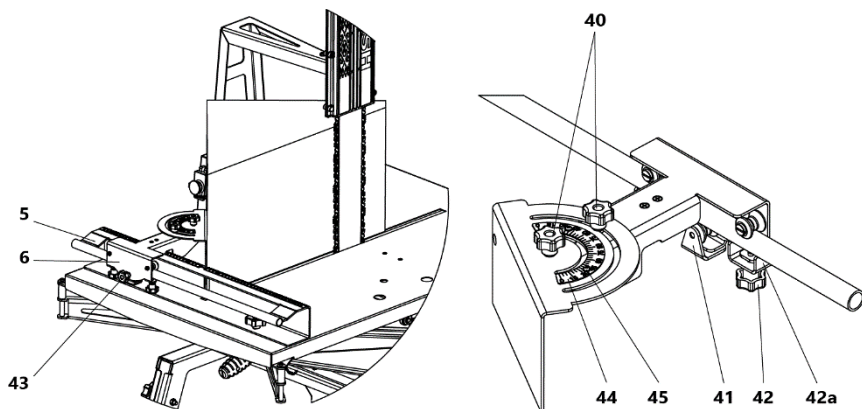

Рисунок 7
- установите устройство угловое 6 (рис. 7) на направляющую упора 5 справа или слева от шины направляющей;